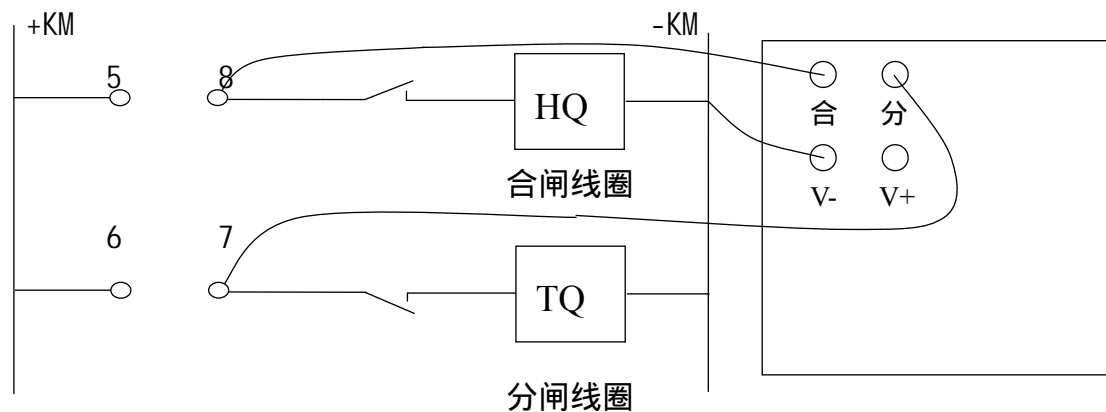

图 5
3.1 现场试验时，如果采用仪器内部操作电源，选择“按钮触发方式”，将输出控制开关打到“开”，接线方式如下图 5 所示。